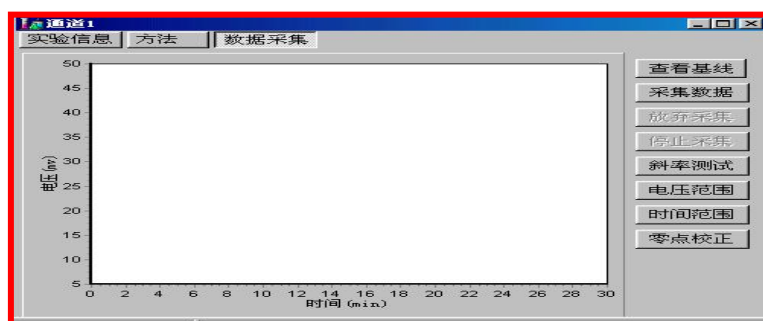

图 1-31
4.3 如果您想先看看色谱仪输入的信号，您在先单击数据采集按钮以后，再单击图 1-31 中查看基线按钮即可。
4.4 如果您想测试一下色谱信号的斜率，您可以单击图 1-31 所示的斜率测试按钮，工作站即自动弹出一个窗口，告诉您斜率测得值结果，并提示是否需要采用。您只要用鼠标选择一下就可以了。
4.5 您看到的谱图监视窗口右边还有电压范围、时间范围等按钮，如图 1-31 所示。这是为了方便您将谱图看得更清楚一些，您需要哪一个功能，只要单击相应按钮并输入相应数值即可。